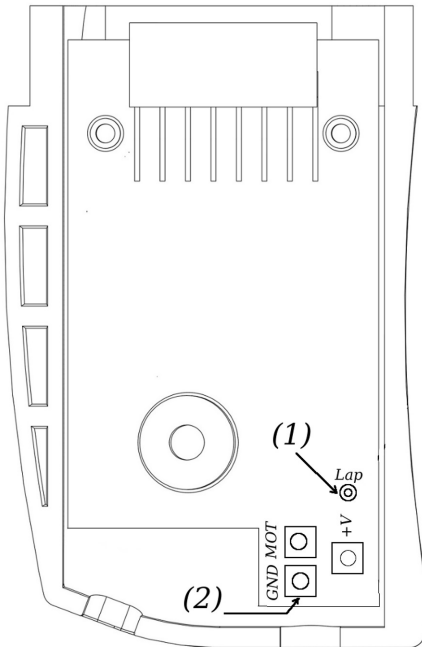
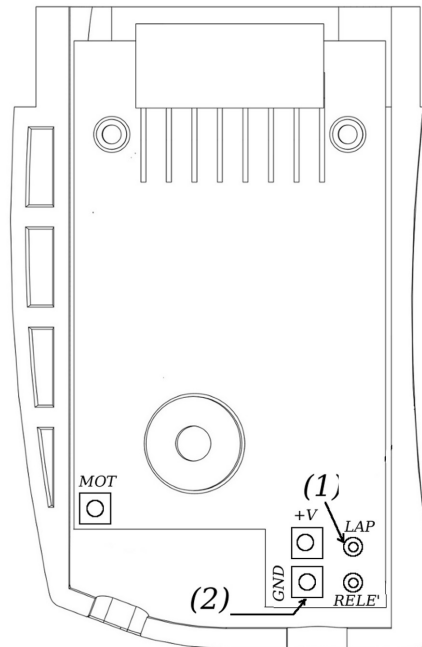

Figura 9: cartuccia analogica negativa/positiva
Figura 10: cartuccia alta corrente
- inserire la spina del cavo USB (10) della *Telemetry Box* nella presa USB del controllore SCP-01;
- inserire la spina USB del cavo “*connection cable*” (12), saldato alla cartuccia del controllore SCP-01 (per istruzioni fare riferimento al punto successivo), nella presa USB del cavo “*Track to Telemetry cable*” uscente dalla *Track Interface*. Nel caso si voglia evitare l'utilizzo del cavo “*connection cable*” (12) della *Telemetry Box*, l'utente può seguire quanto spiegato nel punto (1);
- saldatura “*connection cable*” (12) alla cartuccia: con riferimento alle figure 9 e 10, il filo nero deve essere saldato nel punto (2), mentre quello rosso nel punto (1). La figura 9 può essere presa come riferimento nel caso d'utilizzo di una cartuccia analogica positiva o negativa, mentre la figura 10 nel caso di una cartuccia in alta corrente. **IMPORTANTE:** la saldatura deve essere eseguita mantenendo scollegata la cartuccia dall'alimentazione. Procedere con prudenza agendo solo nei punti indicati.